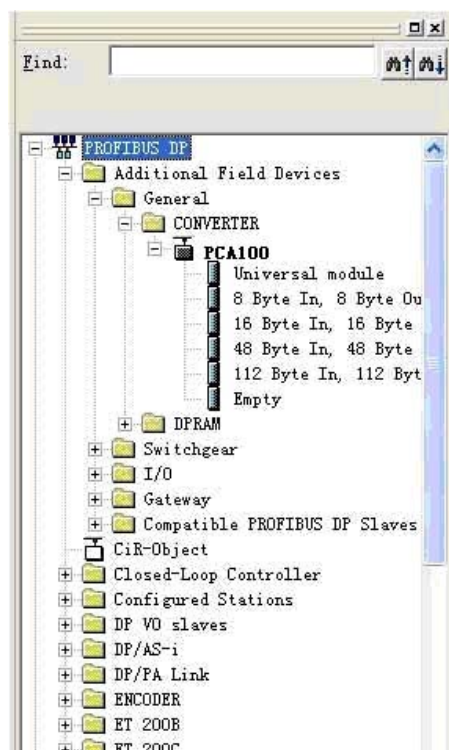

图 6
6. 您可以在这里找到您注册的设备，右侧窗口/Profibus DP/Additional Field Devices/Converter/PCA100/, 如图 6 所示